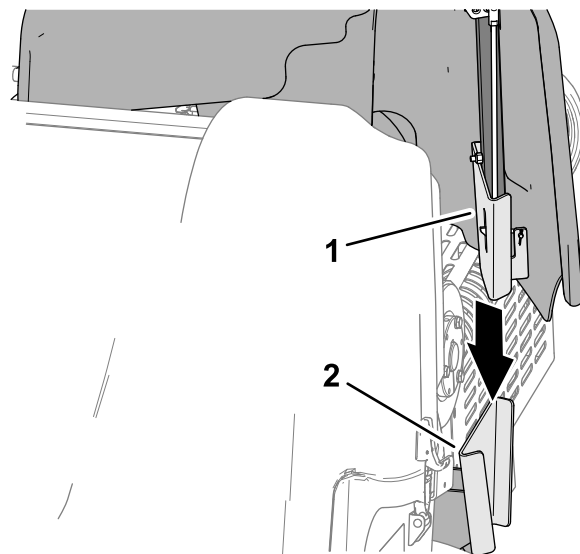

**Figure 143**
3. Soulevez et déposez le protège-courroies de la machine (Figure 143).